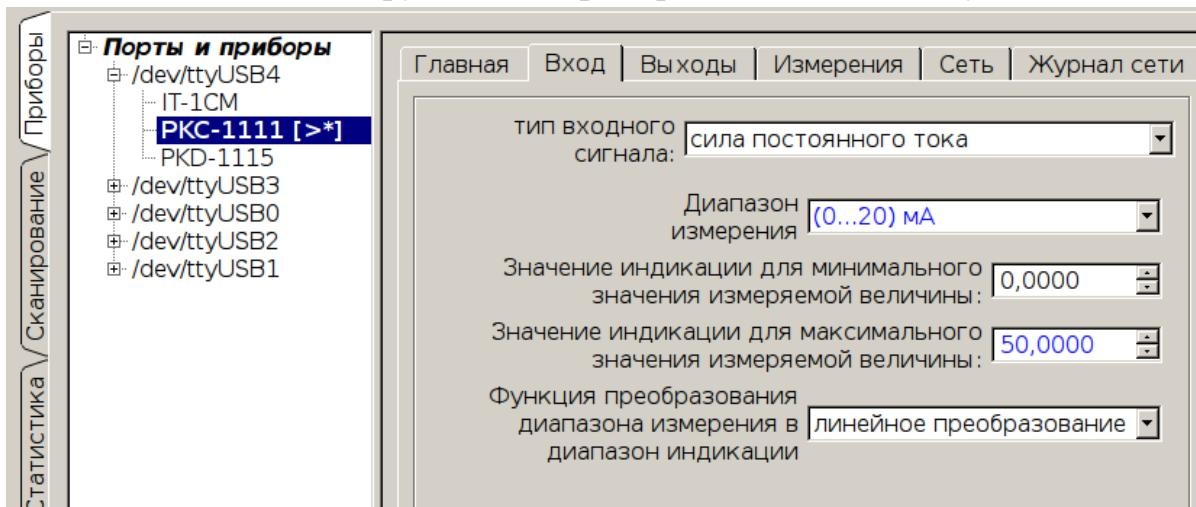

Рисунок 82 - Статус прочитанных из прибора и измененных в макете параметров
- [>*] - данные были загружены из прибора и изменены (Рисунок 82);